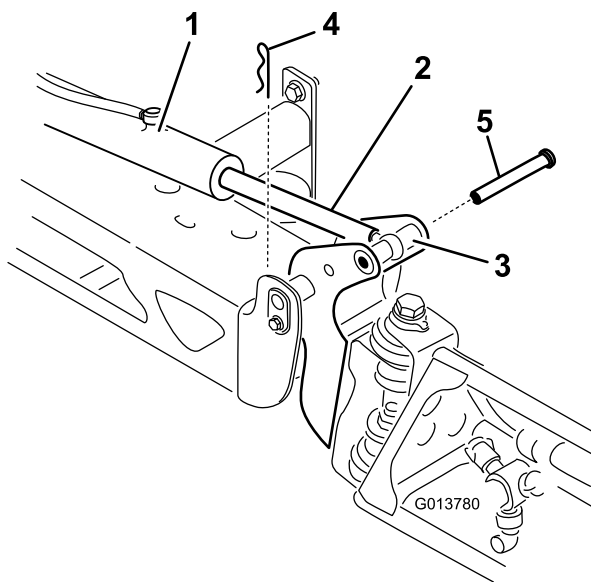

Figure 60
- Retirez la goupille fendue de l'axe de pivotement (**Figure 60**).
- Élevez la rampe et retirez l'axe (**Figure 60**), puis abaissez lentement la rampe au sol.
- Tout en maintenant la rampe, insérez l'axe dans le pivot de rampe et la tige de vérin (**Figure 60**).